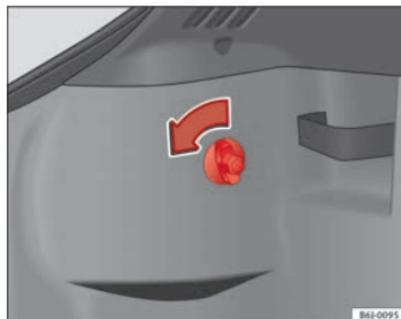

Fig. 166 Accès aux feux arrière
- Tournez la vis dans le sens de la flèche à la main ou avec un tournevis ⇒ fig. 166.
- Retirer le connecteur du logement (A) ⇒ fig. 166.